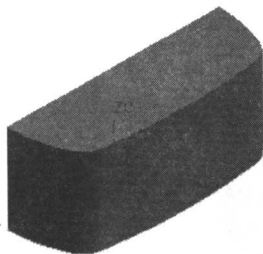

图 1-2 拉伸的实体
- 选择布尔运算为创建 (Create)，运算结果见图 1-2。